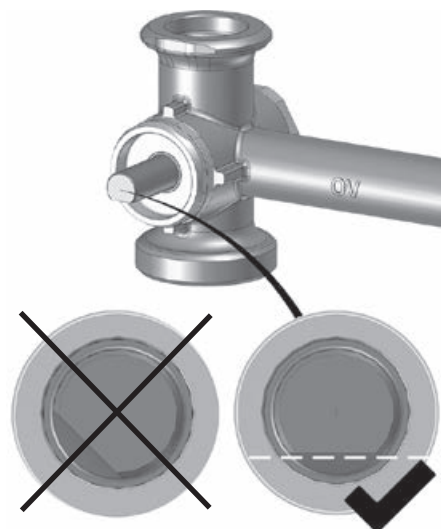

Fig. 22
5. Contrôler l'alignement du boisseau de la vanne. Le méplat du boisseau doit être orienté **vers le bas et aligné horizontalement** (fig. 22). Dans cette position, l'aller est fermé par le boisseau de la vanne.